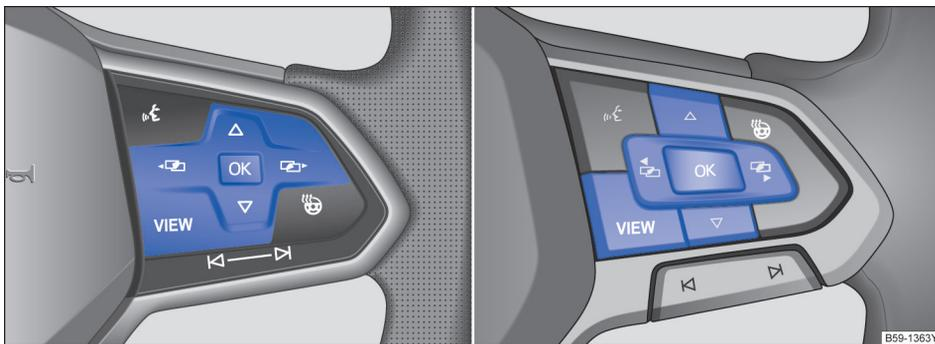

图 19 多功能方向盘右侧：用于操作信息显示器中菜单的按钮
- 若显示屏显示一条信息或汽车象形图，按压多功能方向盘上的按钮 **OK** → 图 19，可能需按数次按钮。
- 用多功能方向盘操作：如需浏览选择菜单，按压按钮 **+** 或 **-** → 图 19
- 如需打开选择菜单里的菜单显示项或信息显示项，按压多功能方向盘上的 **OK** 按钮 → 图 19，直至系统自动打开菜单或显示信息。
- 按压多功能方向盘上的 **OK** 按钮 → 图 19，进行所需更改。“✓”表示所选的某个特定系统或功能处于激活状态。
- **用多功能方向盘返回**：按压或者滑动 **←** 或 **→** → 图 19 即可返回选择菜单。